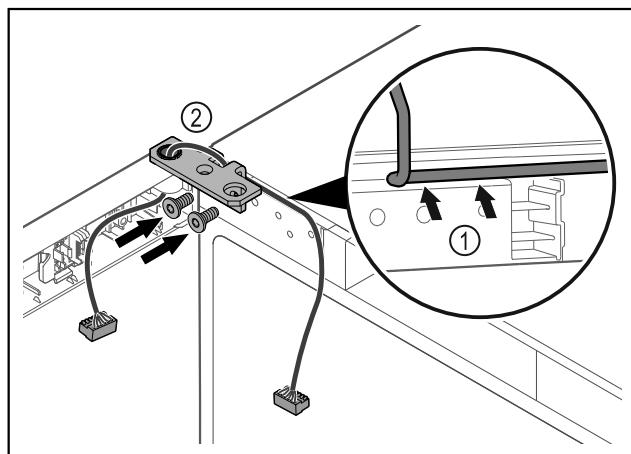

Fig. 41
- Provedite kabel kroz izrez na kutnoj šarci i oprezno ga položite Fig. 41 (1).
- Navrnite kutne šarke Fig. 41 (2).